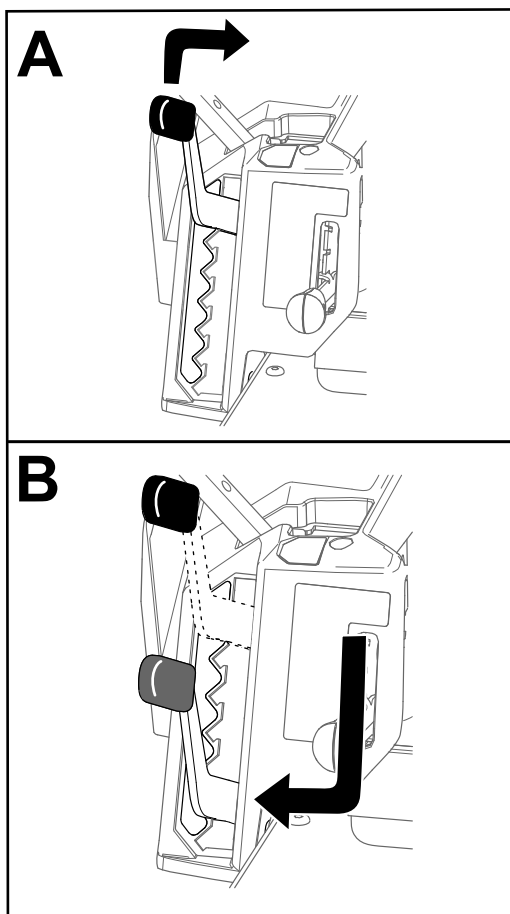

Figura 28
**Notă:** Poziția de transport este cea mai înaltă poziție de tăiere sau înălțimea de tăiere de 114 mm, așa cum se arată în Figura 28.
Puteți regla înălțimea de tăiere de la 38 mm până la 114 mm, în trepte de 13 mm. Înălțimea de tăiere este controlată de maneta situată în dreapta poziției de operare (Figura 28).